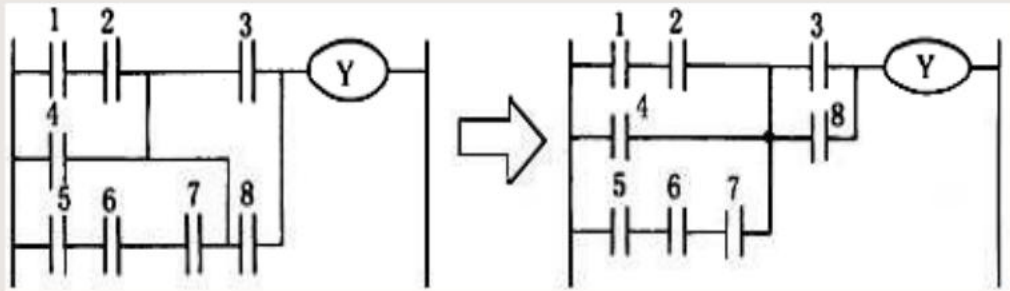

图 5.1.2
3. 不包含触点的分支应放在垂直方向，不可放在水平位置，以便于识别触点的组合和对输出线圈的控制路径，如图5.1.2所示：